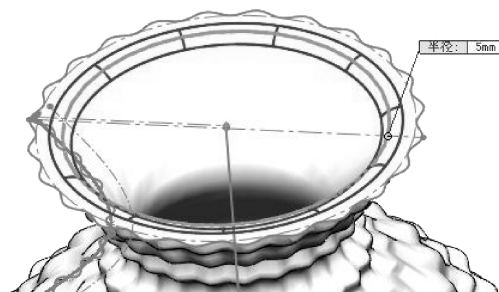

图 4-126 创建圆角特征
- 16 利用【圆角】工具，创建如图4-126所示的圆角特征。